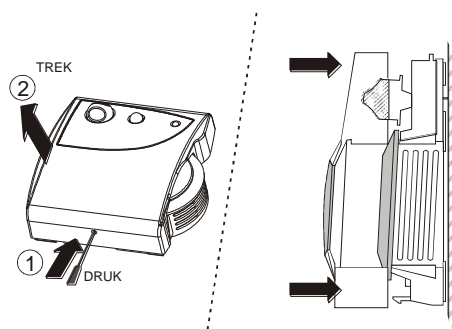

Fig. 1. Verwijderen afdekkap
De CLCM1T, 2T, 4T, 5T en 6T zijn uitgerust met een losse aansluitplaat die eenvoudig kan worden geïnstalleerd. Zie Fig. 1 voor het verwijderen van de afdekkap van de aansluitplaat.
1. Verwijder de afdekkap, zoals afgebeeld in Fig. 1.
8. Monteer de afdekkap opnieuw zoals afgebeeld in Fig. 1 en verzeker u er van dat de rand aan de bovenkant in de afdekkap klikt.
Plaats de afdekkap terug als alle bedrading is aangesloten, zoals is aangegeven in Fig. 1. Hierbij moet de onderkant in de bodemplaat klikken.